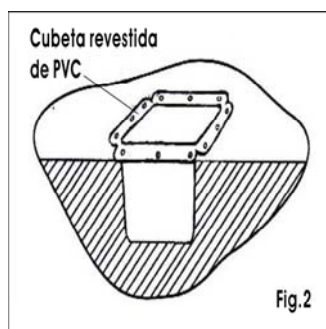

Fig.2
3. Coloque la cubeta con revestimiento de PVC en el agujero y compruebe si encaja. La cubeta con revestimiento de PVC debería llenar el agujero en su totalidad, sin espacio extra en ninguno de los costados. Desdoble los costados para que se queden lisos sobre la superficie del terreno. (Fig. 2).